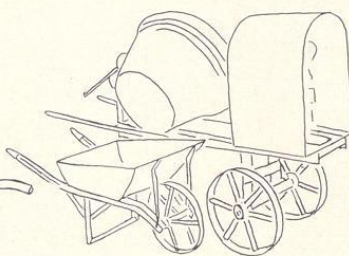

Bild 90. Schubkarrenmischer
**Schubkarrenmischer System Groß.** Dieser Mischer wird für Handbetrieb und maschinellen Antrieb (Benzin- und Elektromotor) gebaut. Das Fahrgestell kann leicht aufgeklappt werden, um das Unterfahren des Schubkarrens und das Entleeren des Mischers zu ermöglichen. Die Mischtrommel hat einen Inhalt von 75 l. Bild 90.